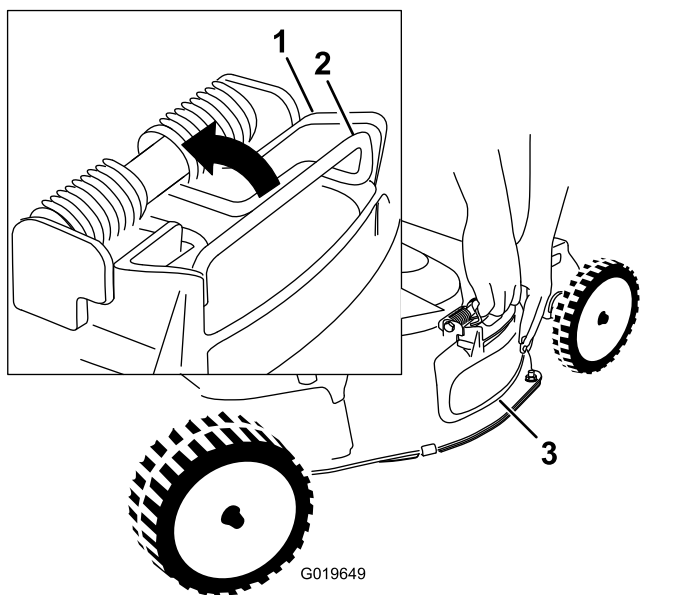

Figure 23
4. Déposez le déflecteur d'éjection latérale en tirant sur le ressort qui le maintient en place (Figure 23).